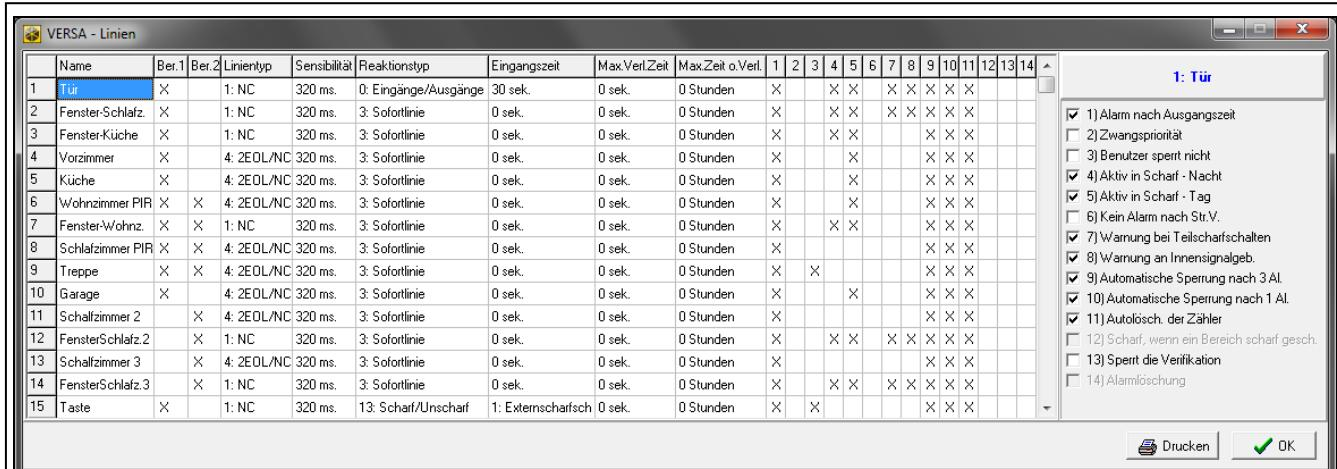

Abb. 8. Programm DLOADX: Fenster „VERSA – Linien“.
- Fenster „VERSA – Linien“ (Abb. 8).